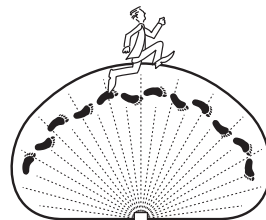

Figura 8
3. Camine por el área de cobertura y note dónde está usted cuando la luce se encienden. Además, el indicador LED detrás de la lente del detector de movimiento se iluminará en azul cuando se detecte movimiento (vea la Figura 8). *Nota:* El LED azul se apagará 30 segundos después de que se haya detenido todo movimiento.